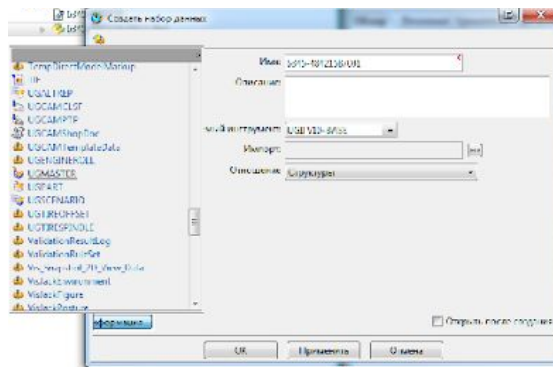

Рис. 17
3. В окне **Создать набор данных** щелкнуть по кнопке **Информация** и выбрать **требуемый набор данных**. Со временем у вас сформируется список наиболее часто используемых наборов данных (Рис. 17)